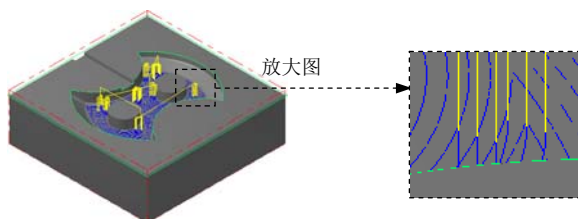

图 22.41 刀具路径
(1) 在“曲面精加工浅平面”对话框中单击 **浅平面精加工参数** 选项卡，在 **浅平面精加工参数** 选项卡的 **大切屑间距 (M)** 文本框中输入值 2.0，选中 **✓ 由内而外环切** 复选框。
(2) 单击 **间隙设置 (G)...** 按钮，在系统弹出的“刀具路径的间隙设置”对话框中选中 **✓ 切削顺序最佳化** 复选框，在 **切弧的半径** 文本框中输入值 5.0，在 **切弧的扫描角度** 文本框中输入值 90.0。
(3) 单击 **✓** 按钮，系统返回至“曲面精加工浅平面”对话框。
Step8. 单击“曲面精加工浅平面”对话框中的 **✓** 按钮，此时在图形区生成图 22.41 所示的刀具路径。